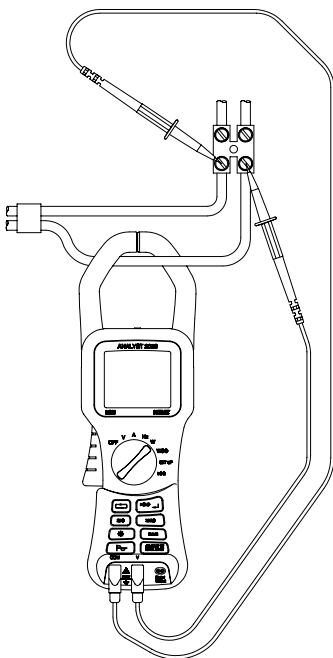

Abb. 4
- Den Zangenöffnungshebel drücken, um die Backen zu öffnen und sie, wie in Abb. 4 dargestellt, um den stromführenden Leiter herumzulegen.
- Bei Anschluß nach Abb.4, Leistungsmessung; bei angeschlossenen Leitungen wobei der stromführende Leiter von der Zange umschlossen wird, zeigt das Instrument die Frequenz der Stromquelle (bei Strömen $> 10A$ RMS) an. Bei $A_{eff} < 10A$ wird die Spannungsfrequenz gemessen (bei $V_{eff} > 1V$). Anderfalls wird ---.- angezeigt.